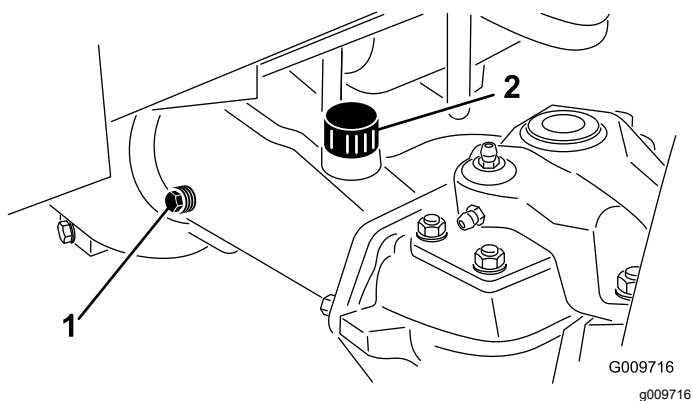

Figure 106
- Enlevez un bouchon de contrôle à une extrémité du pont arrière (Figure 106) et vérifiez que l'huile atteint la base de l'orifice. Si le niveau est trop bas, enlevez le bouchon de remplissage (Figure 106) et ajoutez la quantité d'huile qui convient pour amener le niveau au bas des orifices des bouchons de contrôle.